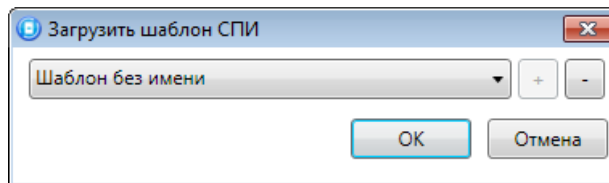

Рисунок 4.50 — Окно *Загрузить шаблон СПИ*
- *Загрузить шаблон настроек:* открытие окна *Загрузить шаблон СПИ* (см. рисунок 4.50), с помощью которого может быть сконфигурирован контроллер по предварительно созданному шаблону. Для того чтобы применить шаблон, выберите его в списке и